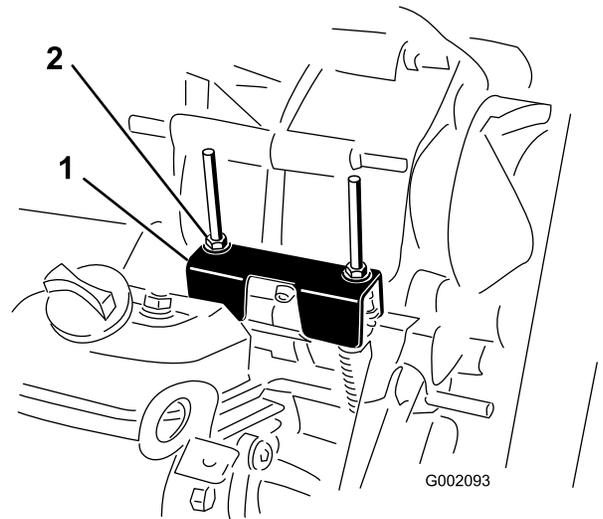

Figura 58
Para realizar operaciones de mantenimiento de rutina y/o diagnósticos del motor, debe ponerse el transeje en PUNTO MUERTO (Figura 58). El selector de marchas de la máquina dispone de una posición de PUNTO MUERTO, que controla el punto muerto del transeje. Tome las siguientes medidas para asegurarse de que la palanca de cambios acciona correctamente el punto muerto del transeje:
2. Asegúrese de que la pletina de punto muerto está en posición de PUNTO MUERTO (nivelada respecto al soporte de montaje del cable situado debajo del soporte del cambio de marchas) girando el embrague arrastrado (Figura 58).
3. Gire 1 de las contratuercas (Figura 58) para obtener un espacio de 0.762 mm – 1.524 mm (0.030" – 0.060") entre la parte inferior de la tuerca/arandela y la pletina de punto muerto.